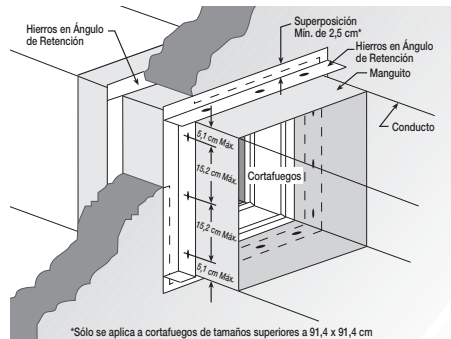

Figura 7 — Instalación de Hierros en Ángulo de Retención
- (1) Use el segundo hierro en ángulo de retención para apoyar la pared o piso a fin de permitir que el cortafuegos/manguito se expanda durante los períodos de calor intenso. Fijelo al manguito usando el mismo método que se mencionó en el Paso 5a. **NO FIJE NINGÚN HIERRO EN ÁNGULO DE RETENCIÓN AL MATERIAL DE LA PARED O PISO.** Se necesita una superposición con un mínimo de 2,5 cm (1 pulg.) en la pared o piso, incluidas las esquinas. Consulte la Figura 7.